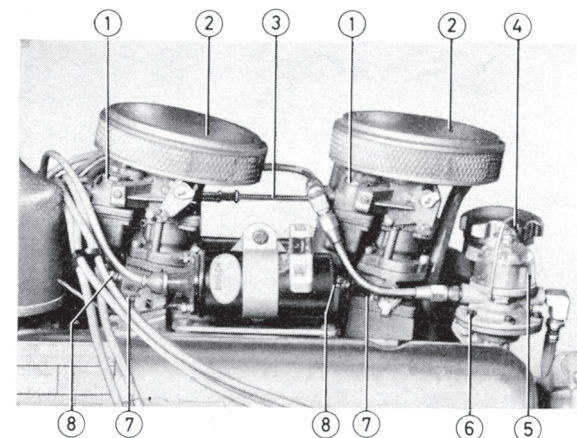

Fig. 12. Förgasare.
Var 100:e timma eller minst en gång per säsong, skall förgasarna rengöras från vatten och smutsavlagringar. Rengöring bör utföras av verkstadspersonal emedan förgasarnas inställningar måste kontrolleras vid ihopsättning. Silen vid bränsleinloppet (1, fig. 12) kan dock rengöras utan isärtagning av förgasarna.
2. Ställ in tomgångsvarvtalet med varvtalsskruvarna (7, fig. 12) på främre och bakre förgasaren.
3. Justera bränsleluftblandningen med volymskruvarna (8) två på vardera förgasaren, så att bästa och lugnaste tomgång erhålles. Skruva först inåt (magrare blandning) så att motorn börjar gå ojämt och därefter utåt (fetare blandning) tills bästa tomgång erhålles.